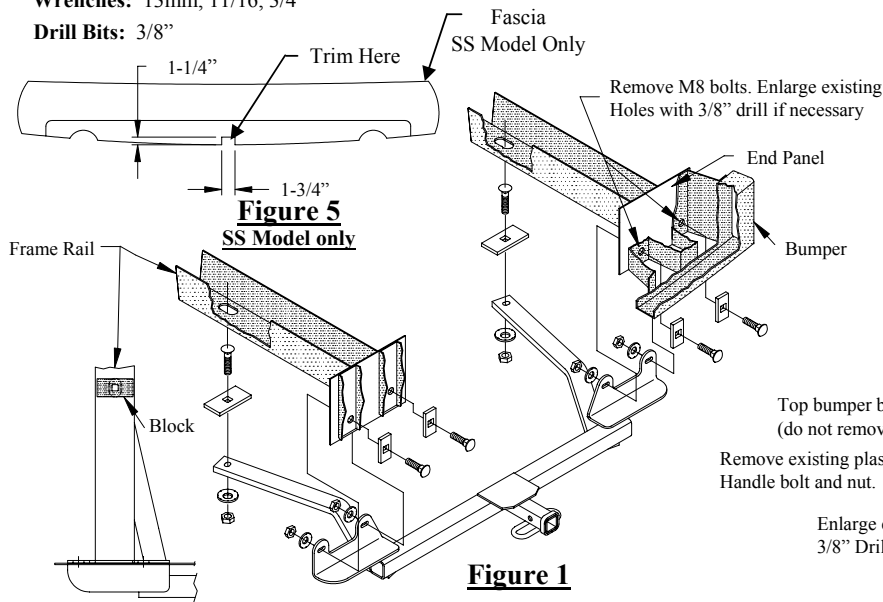

Figure 1
- Loosely install the 3/8" carriage bolts and blocks, conical washers and hex nuts as shown in figure 1.
6. Installer lâchement les boulons 3/8 po, les blocs, les rondelles coniques et les écrous hexagonaux, comme illustré sur la figure 1.